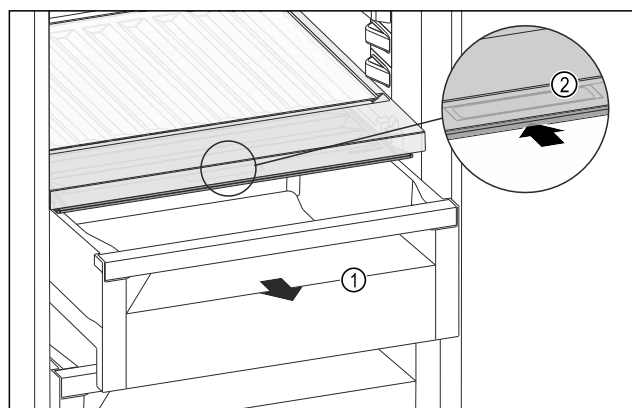

Fig. 151
- ▶ Zásuvku Fig. 151 (1) vytáhněte.
- ▶ Uchopte prohlubeň pro rukojeť Fig. 151 (2) na víku zásuvky a současně zasuňte víko zásuvky směrem dozadu.